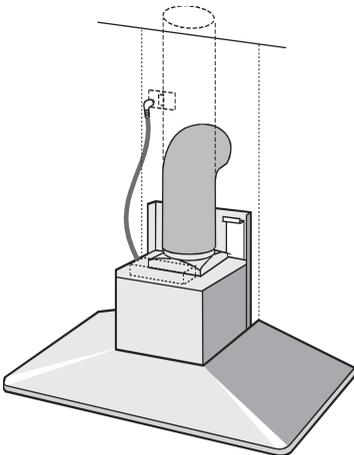

fig.16
2. Fixez un tuyau souple en matière autoextinguible de Ø 150 mm sur la buse et raccordez-le à l'orifice d'évacuation au mur ou au plafond (fig. 16).